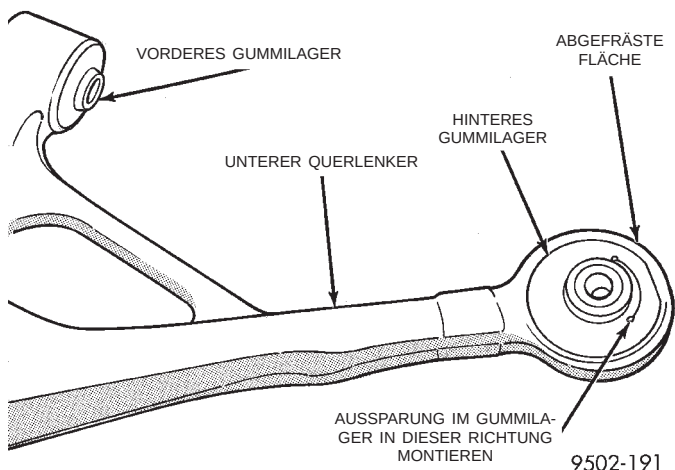

Abb. 102 Hinteres Gummilager korrekt im Querlenker positioniert
(1) Das hintere Gummilager des Querlenkers **von Hand einsetzen und sicherstellen, daß es nicht in der Bohrung verkantet**. Das Gummilager muß von der Seite in den Querlenker eingesetzt werden, an der sich die abgefräste Seite der Bohrung befindet. Dabei muß die Aussparung im Gummilager vom Kugelgelenk weg zeigen (Abb. 102).